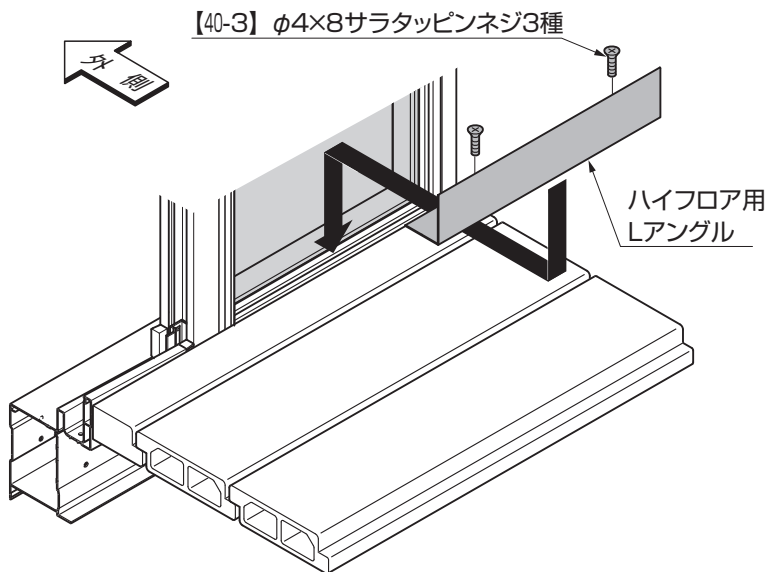
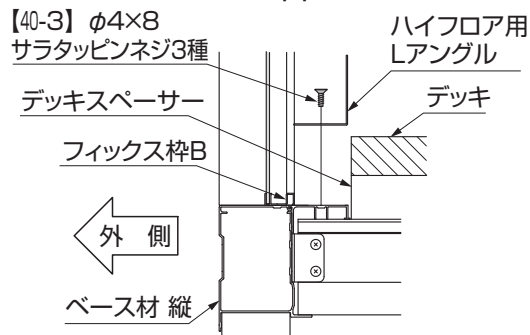

図9-2
図9-3
- ②ハイフロア用Lアングルのレールベースに【40-3】で取付けてください。（図9-2、図9-3参照）